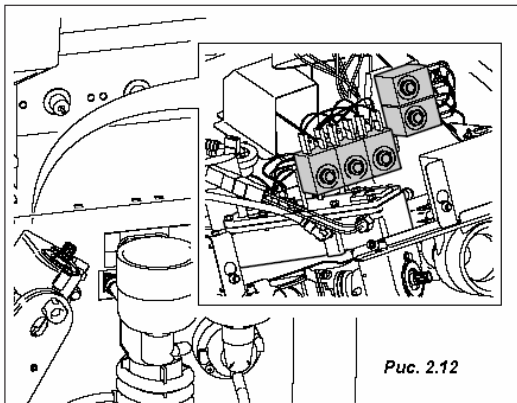
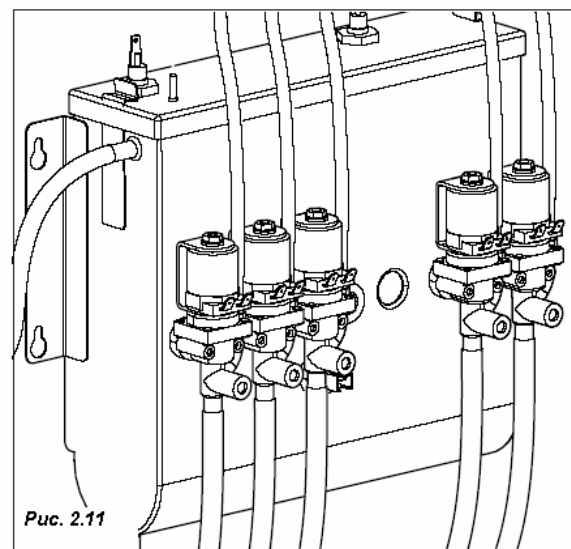

Рис. 2.12
Рис. 2.11
- Срабатывает электромагнитный клапан кипятильника для бульона (Рис. 2.11) или для кофе (Рис. 2.12) для подачи требуемого количества воды в миксер. Клапан осуществляет подачу в миксер запрограммированного количества воды.